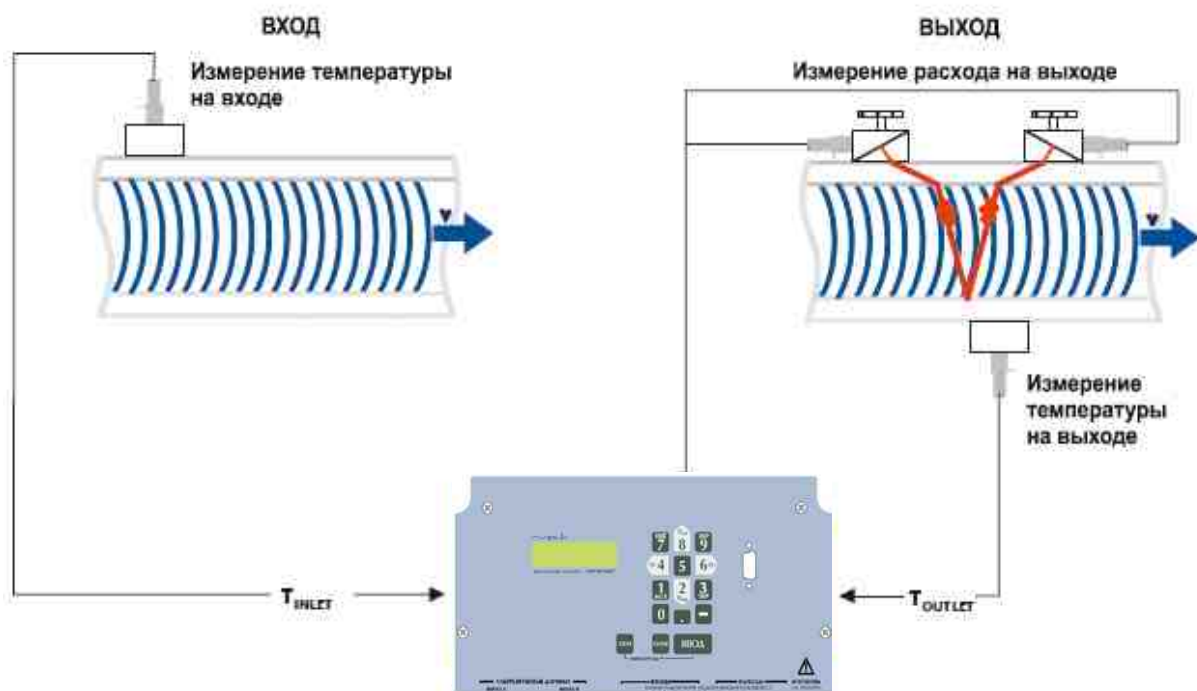

Рис. 17.1. Подключение датчиков потока и датчиков температуры
- Установить один температурный датчик на входе, а другой – на выходе, как описано в рис. 17.1.